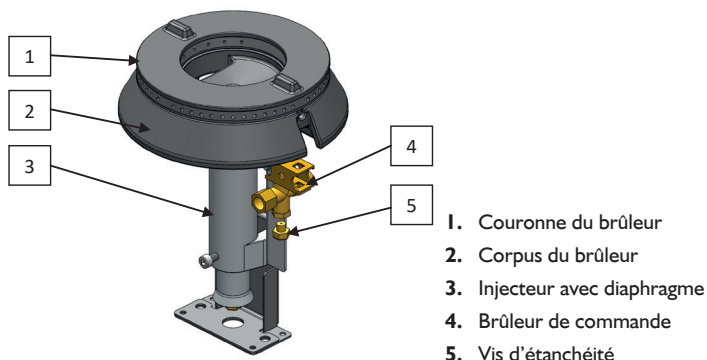

Figure 16. Construction du brûleur basé sur l'exemple du brûleur de 7 kW.
1. Si vous adaptez le réchaud du gaz naturel au propane ou au propane-butane, dévissez la vis d'étanchéité se situant sous le brûleur de commande, puis dévissez son injecteur G40 et vissez l'injecteur G20 jusqu'à la butée (pour le gaz de propane et le propane-butane on utilise le même injecteur). Ensuite vissez la vis d'étanchéité (fig. 16 pos. 5). Allumez le brûleur de commande. La flamme devrait chauffer le thermocouple et avoir une couleur claire. Si ce n'est pas le cas réglez l'afflux d'air à l'aide de la valve se trouvant sur la partie supérieure de la commande.